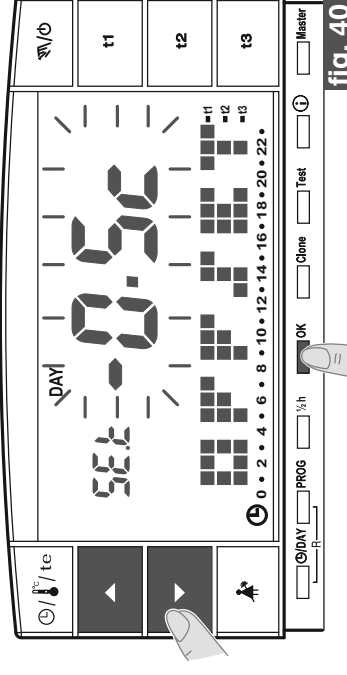

fig. 40
- Con las teclas **▲** **▼** configurar el valor deseado (ejemplo fig. 40).
- Presionar **OK** para confirmar y regresar al funcionamiento del programa (ejemplo fig. 40).